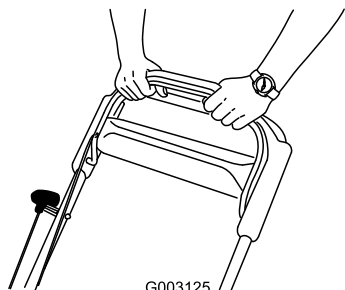

Figura 20
3. Sujete la barra de control de la cuchilla contra el manillar (Figura 20).